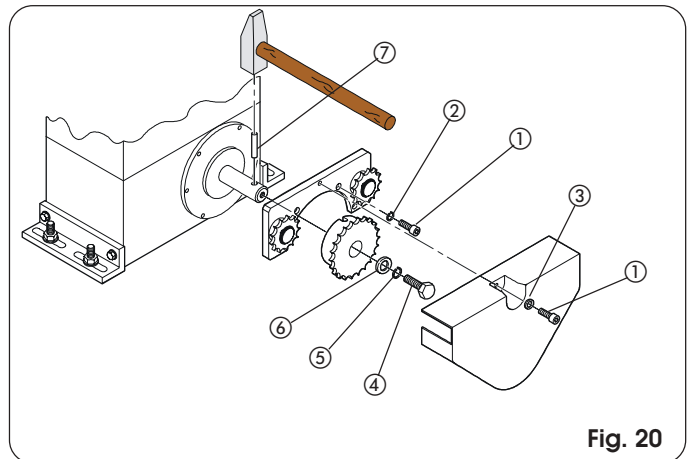
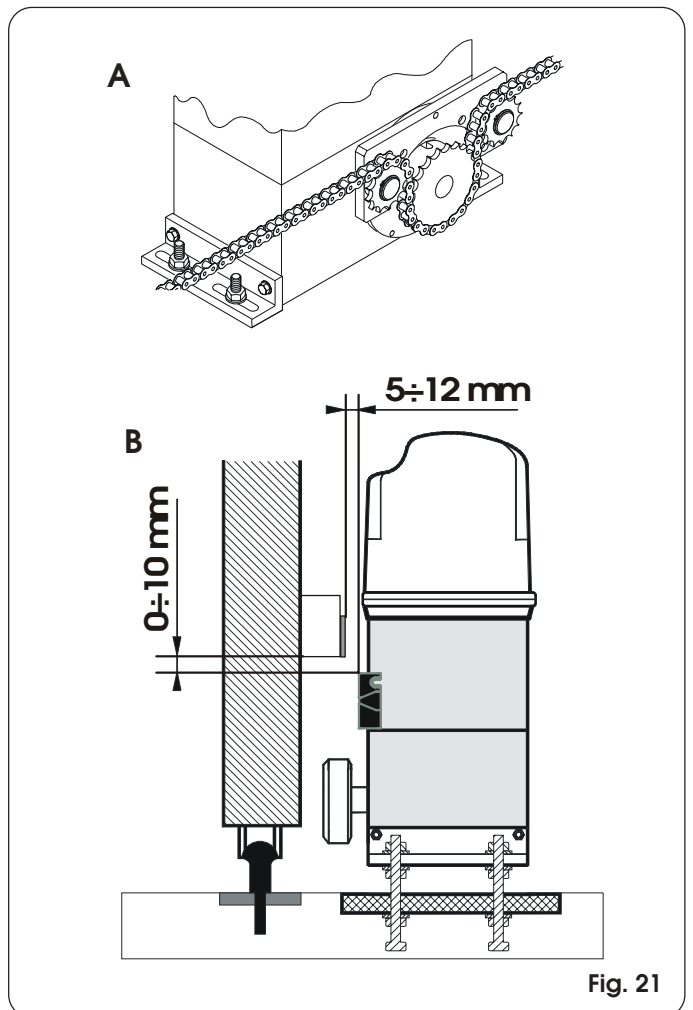

Fig. 20
Fig. 21
4.5.2. MOD. 844 ER RF (Fig. 20 - 21)
- 1) Introduire le goujon élastique (7) dans l'arbre en utilisant un marteau.
- 2) Appliquer sur la bride du motoréducteur la patte des renvois fous, en utilisant les quatre vis (1) (M5 x 12) et les rondelles spécifiques (2) présentes dans le kit de la Fig.20.
- 3) Appliquer le pignon à chaîne sur l'arbre en faisant coïncider les logements du pignon sur le goujon élastique et serrer la vis (4) et les rondelles spécifiques (5) et (6).
- 4) Passer la chaîne d'après la Fig.21 réf. A et monter le carter de protection avec la vis (1) et la rondelle (3) d'après la Fig.20.
- 5) Pour les opérateurs dotés du fin de course MLS, prévoir les supports pour le positionnement des aimants fournis en respectant les cotes indiquées dans la fig. 21 réf.B.